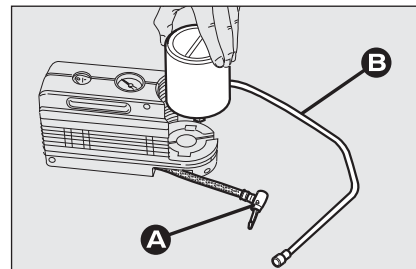

fig. 17
- déconnecter la griffe **A-fig. 17**;